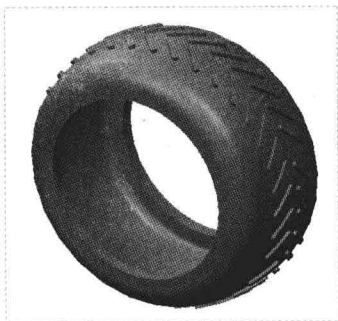

图 7-130 图形文件
Step 01 按【Ctrl+O】组合键, 打开图形文件, 如图 7-130 所示, 在“功能区”选项板中切换至“分析”选项卡。